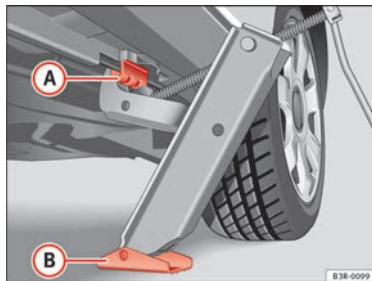

Abb. 181 Radwechsel:
- Richten Sie den Wagenheber so aus, dass seine Klaue in den Steg des Unterholms greift → Abb. 181 (A) und die bewegliche Grundplatte (B) plan auf dem Boden aufliegt.